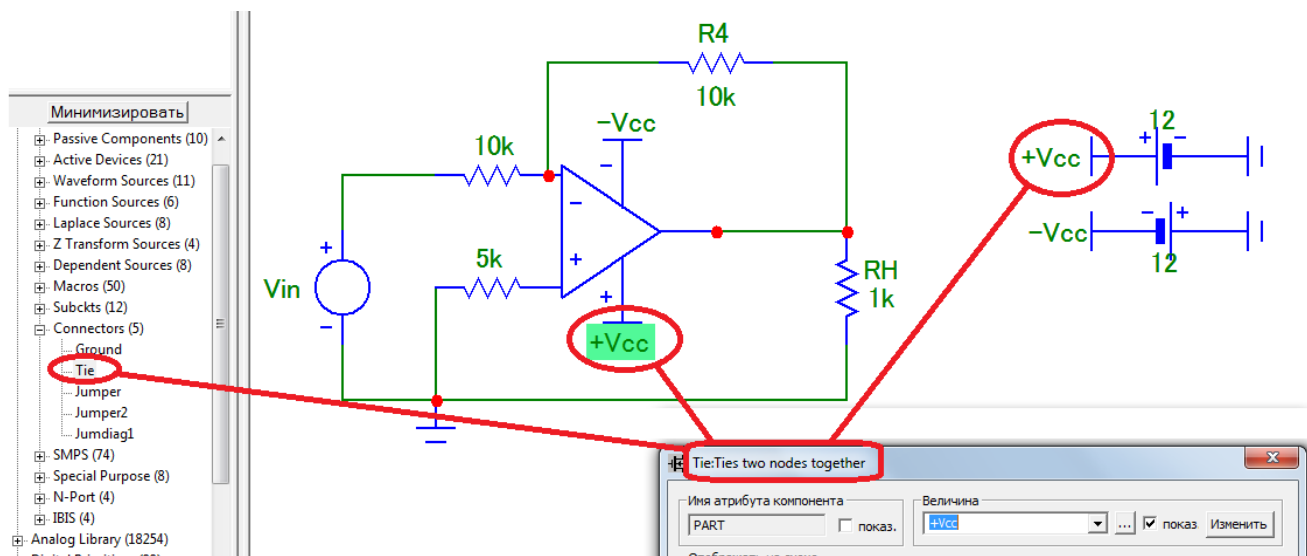

Рис.10. Соединение двух узлов схемы
3. Задать параметры источника постоянного напряжения $|+V_{cc}|=|V_{cc}|=12\text{В}$ (рис.10).
На этой схеме для облегчения чтения и уменьшения пересечений проводников показан способ разбиения схемы на отдельные части и способ задания соединений этих частей с помощью специального примитива – коннектор «Tie» (рис.10), который может добавляться также во вкладке «Power Supplies» (внизу окна моделирования).